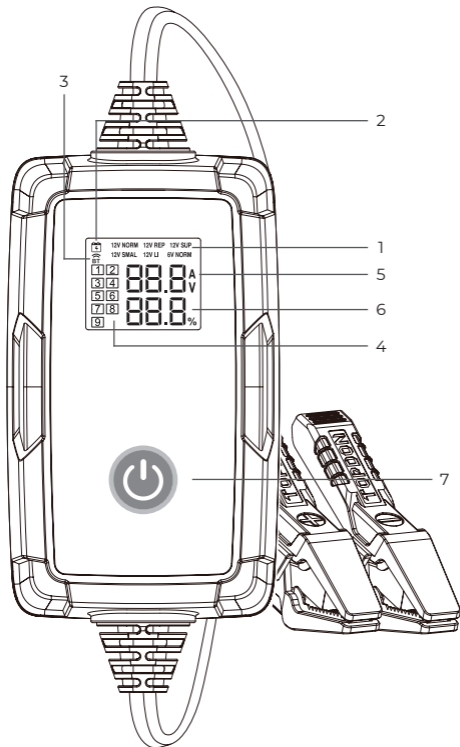

Abbildung 2.1.1
1. 6 Akkulademodi: Im Standalone-Modus bietet Ihnen TB6000Pro 6 verschiedene Modi: 12V/6A Norm, 6V/3A Norm, 12V/3A Klein, 12V/6A Lithium-Ionen-Akku, 12V/1A Reparatur, 12V/6A Versorgung. (Siehe Abbildung 2.1.1) Sobald das Ladegerät über BT mit dem Telefon verbunden ist, können Sie den Ladevorgang und die Parameter anpassen. (Einzelheiten siehe Abschnitt 3)